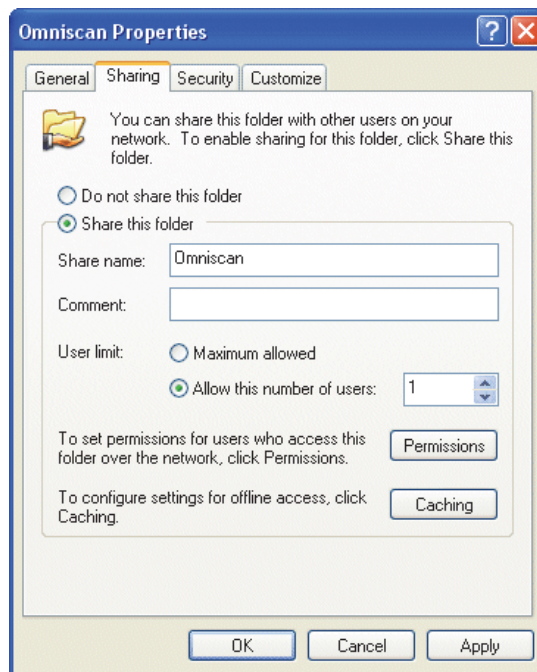

Figura 7-13 La scheda Condivisione della finestra di dialogo Proprietà OmniScan con Windows XP
3. Nella finestra di dialogo **Proprietà OmniScan** (OmniScan Properties), cliccare sulla scheda **Condivisione** (Sharing) [vedere Figura 7-13 a pagina 229).